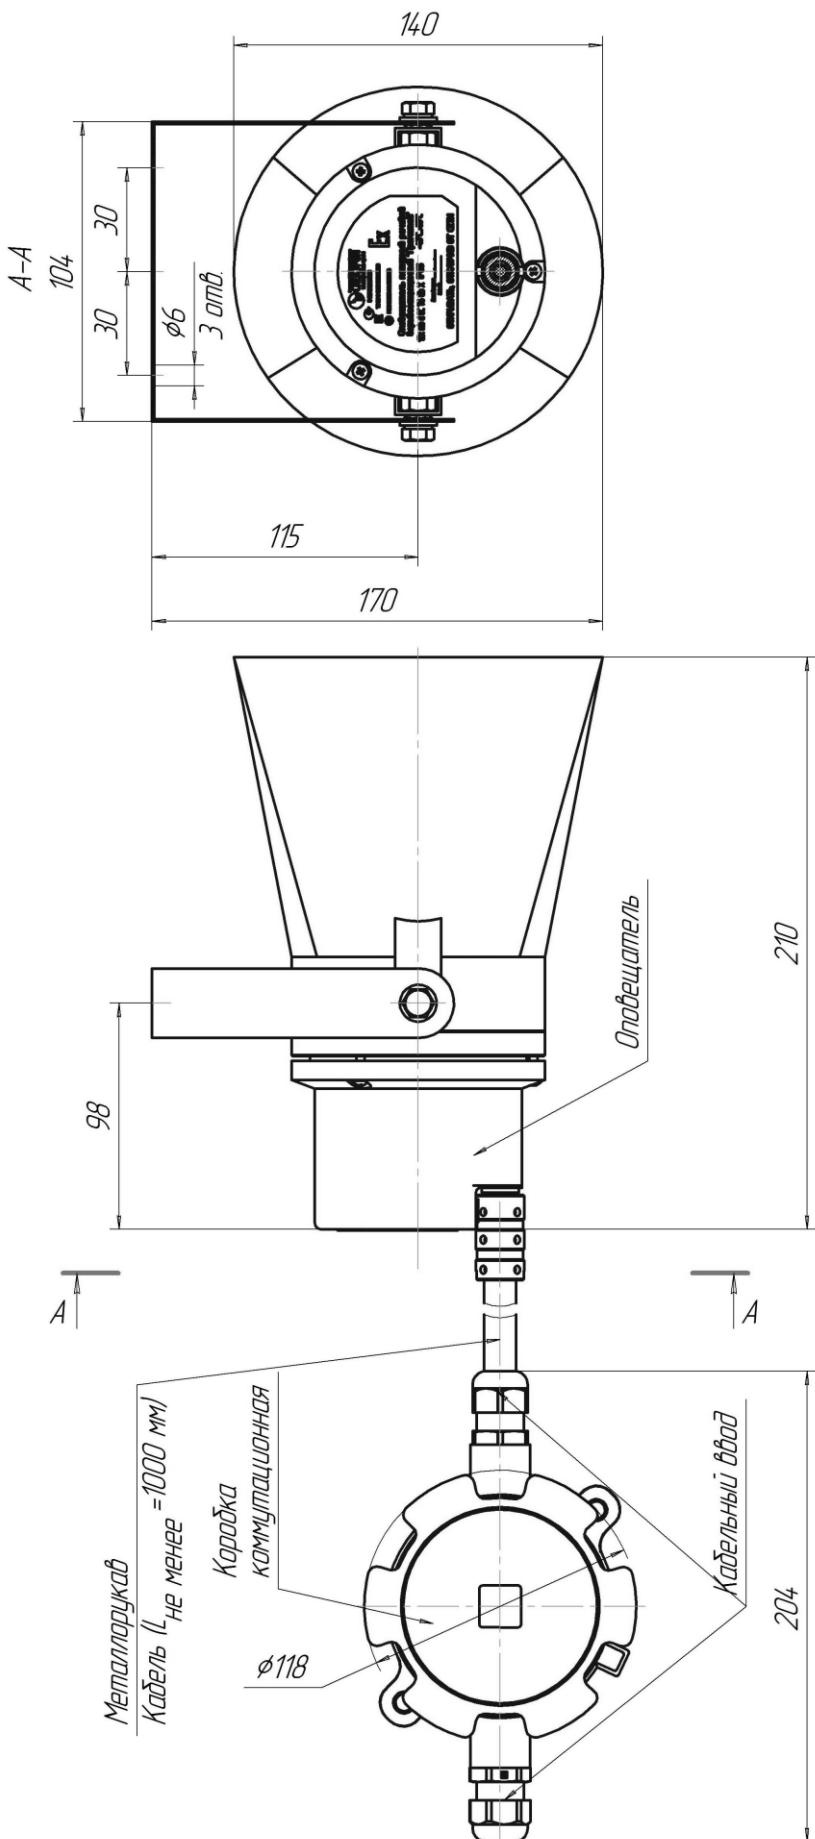

Рисунок 1 – Габаритные размеры оповещателя
- определить место установки и разметить место крепления, рисунок 1 в соответствии с утвержденным в установленном порядке проектом размещения;